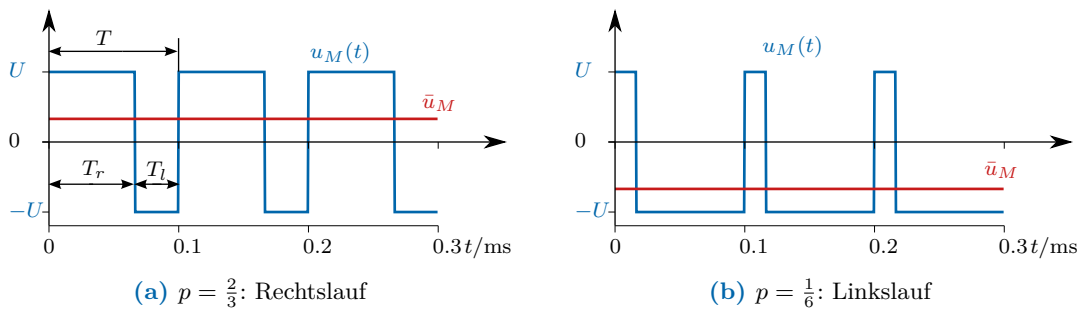

Abbildung 2: Pulsweitenmodulation zur Steuerung der mittleren Motorspannung \bar{u}_M und der Drehrichtung.
dann die Schalter S_2 und S_3 eingeschaltet und wiederum nach wenigen zehn Mikrosekunden ausgeschaltet. Dieser Ablauf wird laufend wiederholt. Abbildung. 2 zeigt den resultierenden Spannungsverlauf $u_M(t)$ und die mittlere Spannung \bar{u}_M für zwei verschiedene Tastverhältnisse
also die mittlere Motorspannung. Anhand von Abb.2 und (1) kann man sich den folgenden Zusammenhang überlegen: